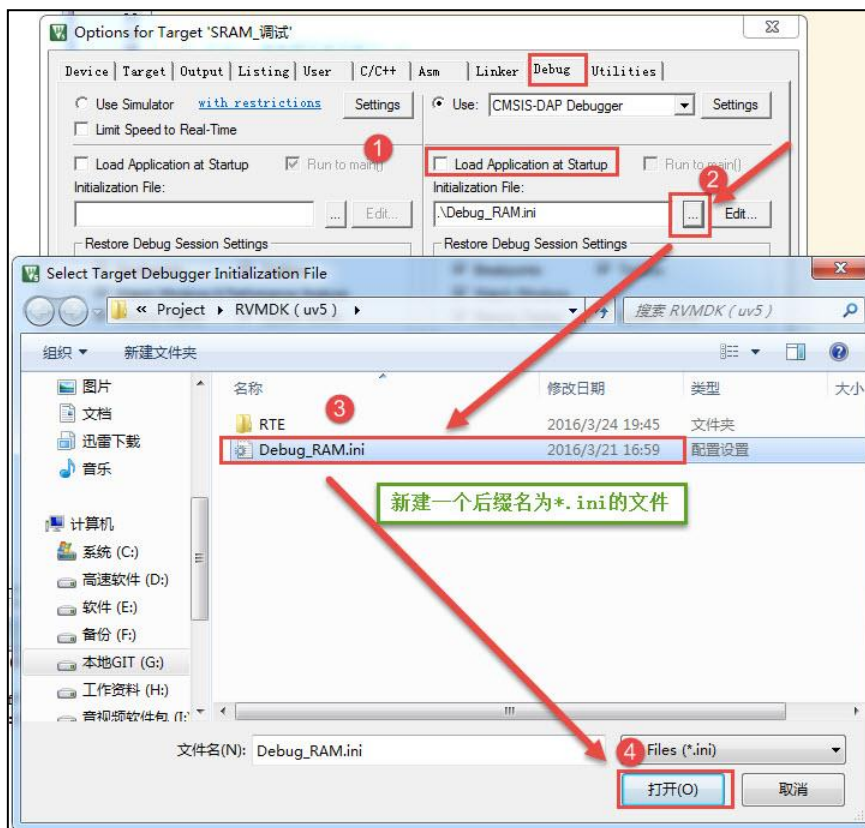

图 49-11 新建一个 ini 文件
- (1) 与上述步骤一样，勾选“Verify Code Download”及“Download to FLASH”选项；
- (2) 见图 49-11，在“Options for Target->Debug”对话框中取消勾选“Load Application at startup”选项。点击“Initialization File”文本框右侧的文件浏览按钮，在弹出的对话框中新建一个名为“Debug\_RAM.ini”的文件；